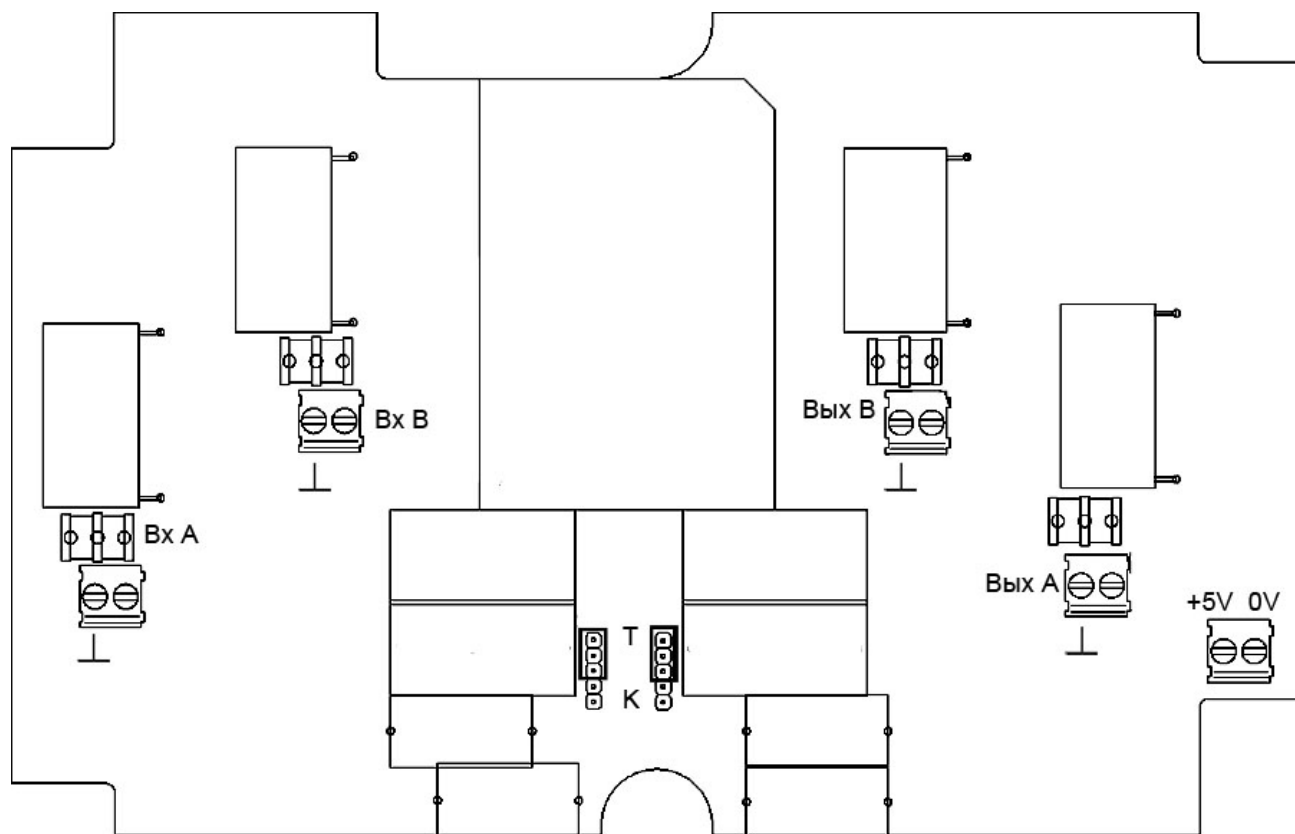
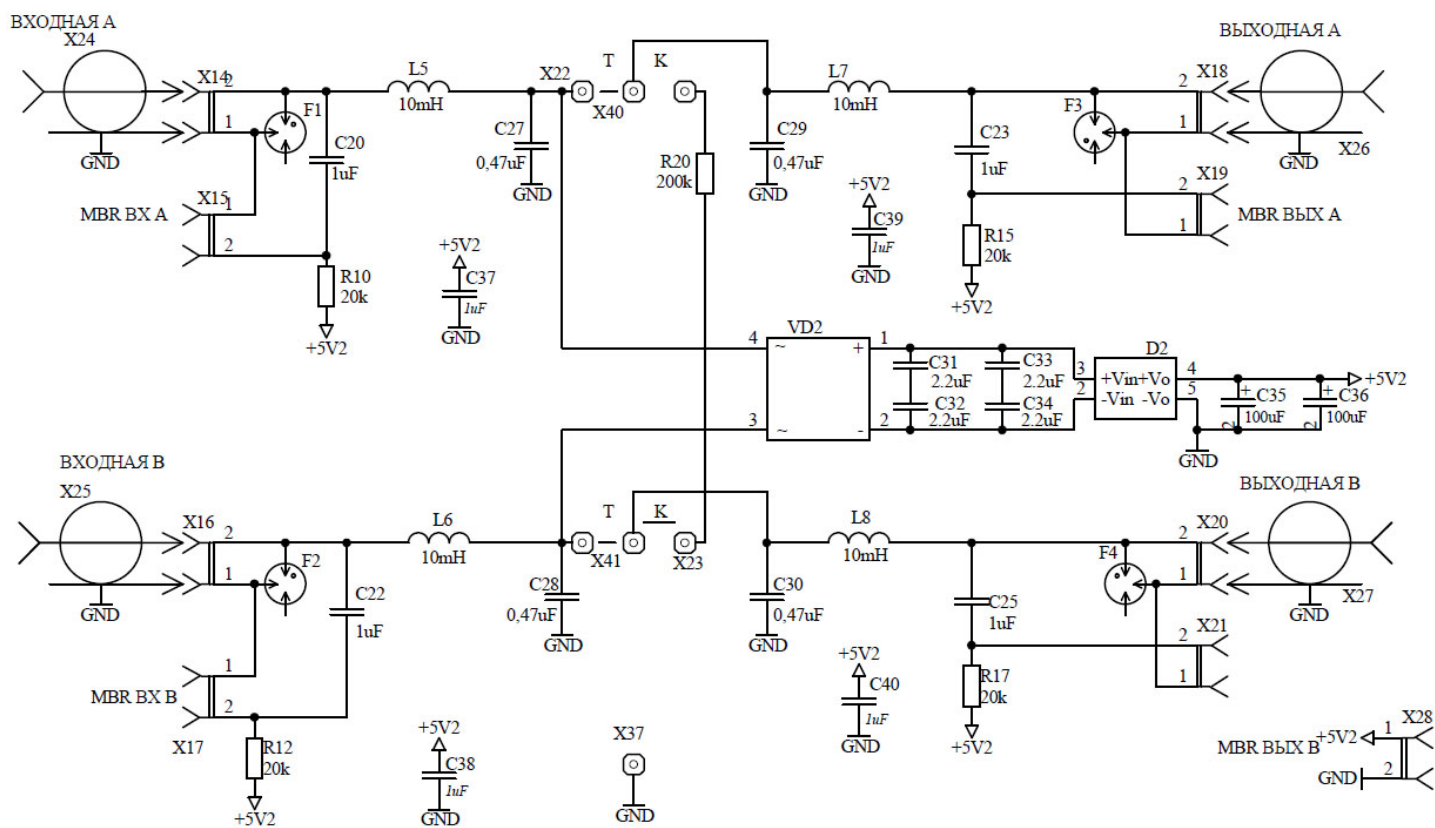

Рис. 3. Плата FR-02.
Рис. 4. Схема платы FR-02.
- плата фильтр-приемника высоковольтного ДП FR-02 (рис.3 и рис.4).